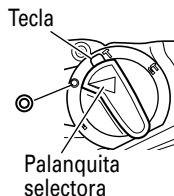

Fig. 21
- (1) Monte el puntero o el cincel.
- (2) Presione el pulsador y mueva la palanquita selectora hasta la señal **⊙**. (Fig. 21)